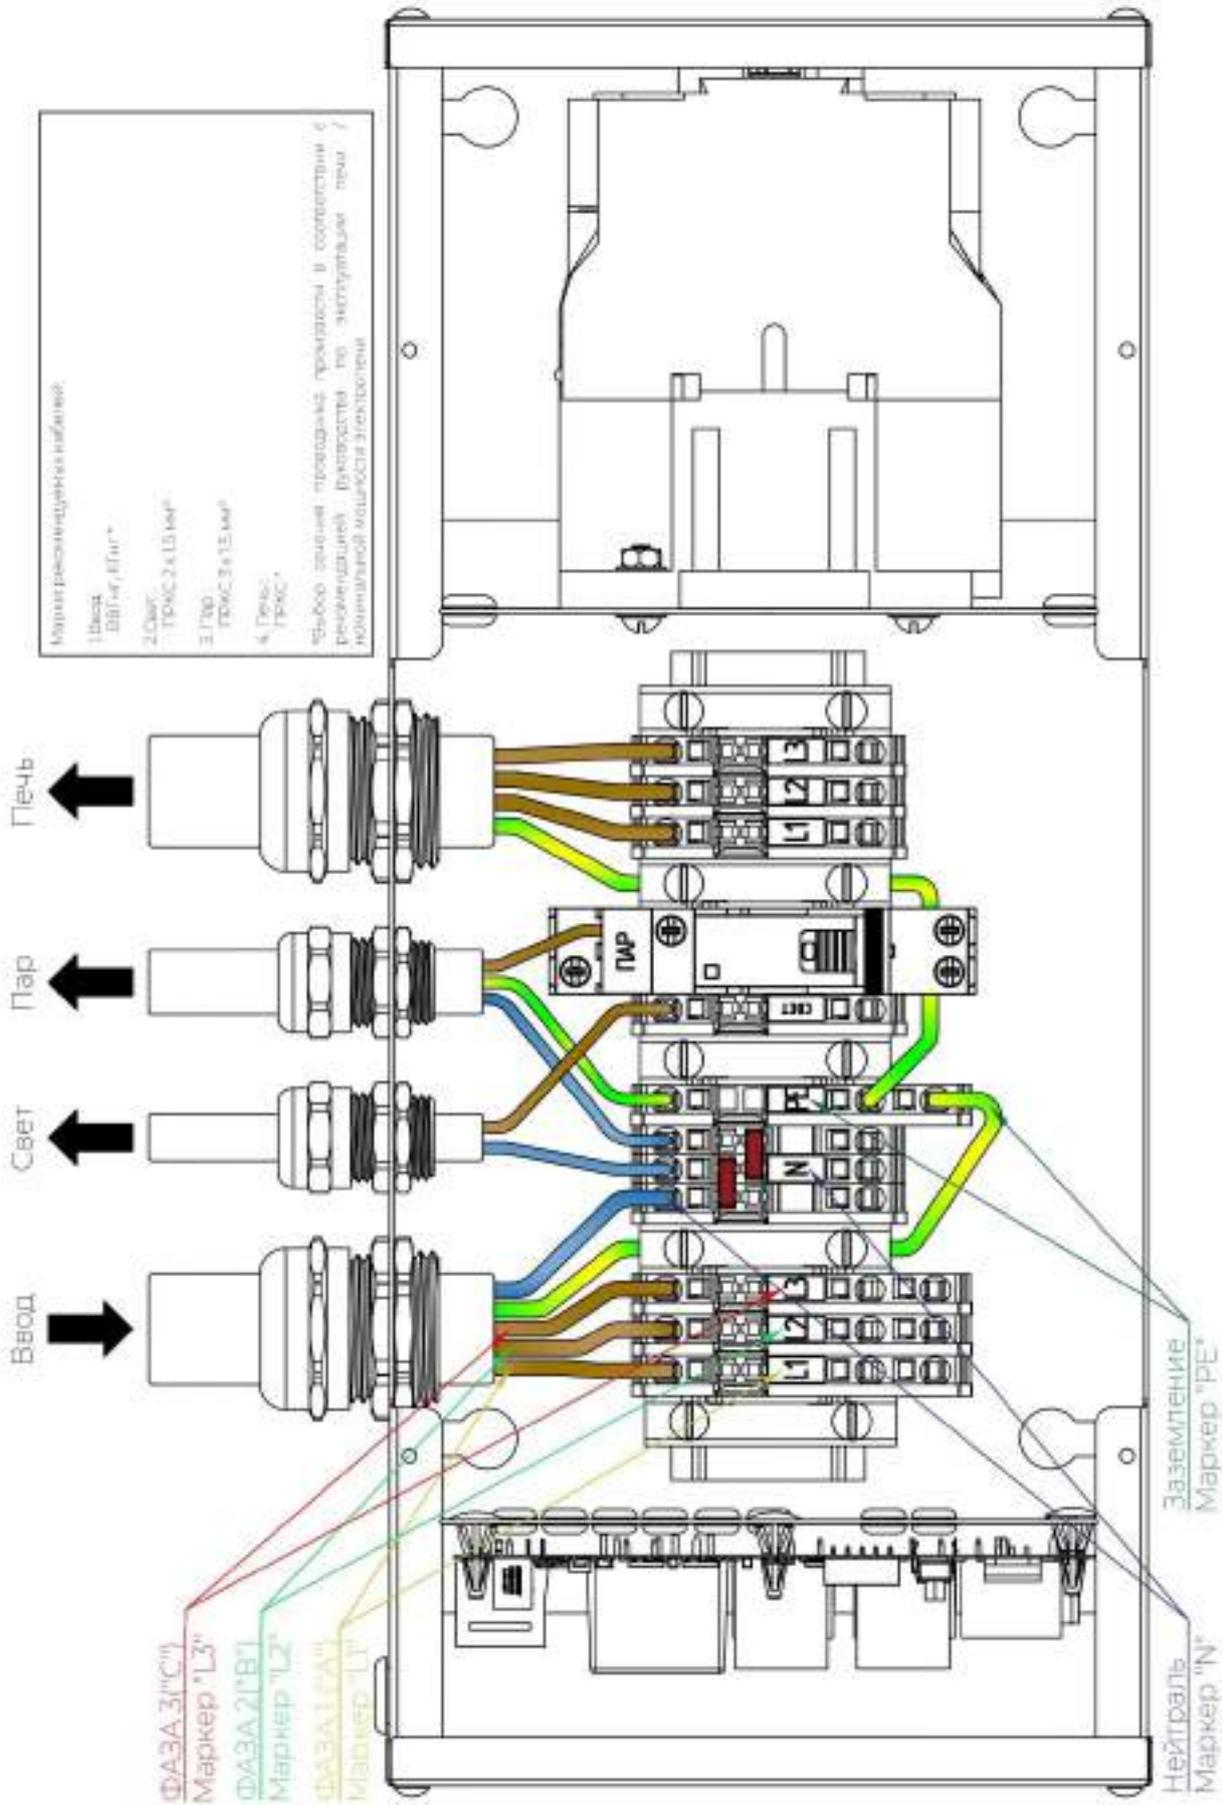
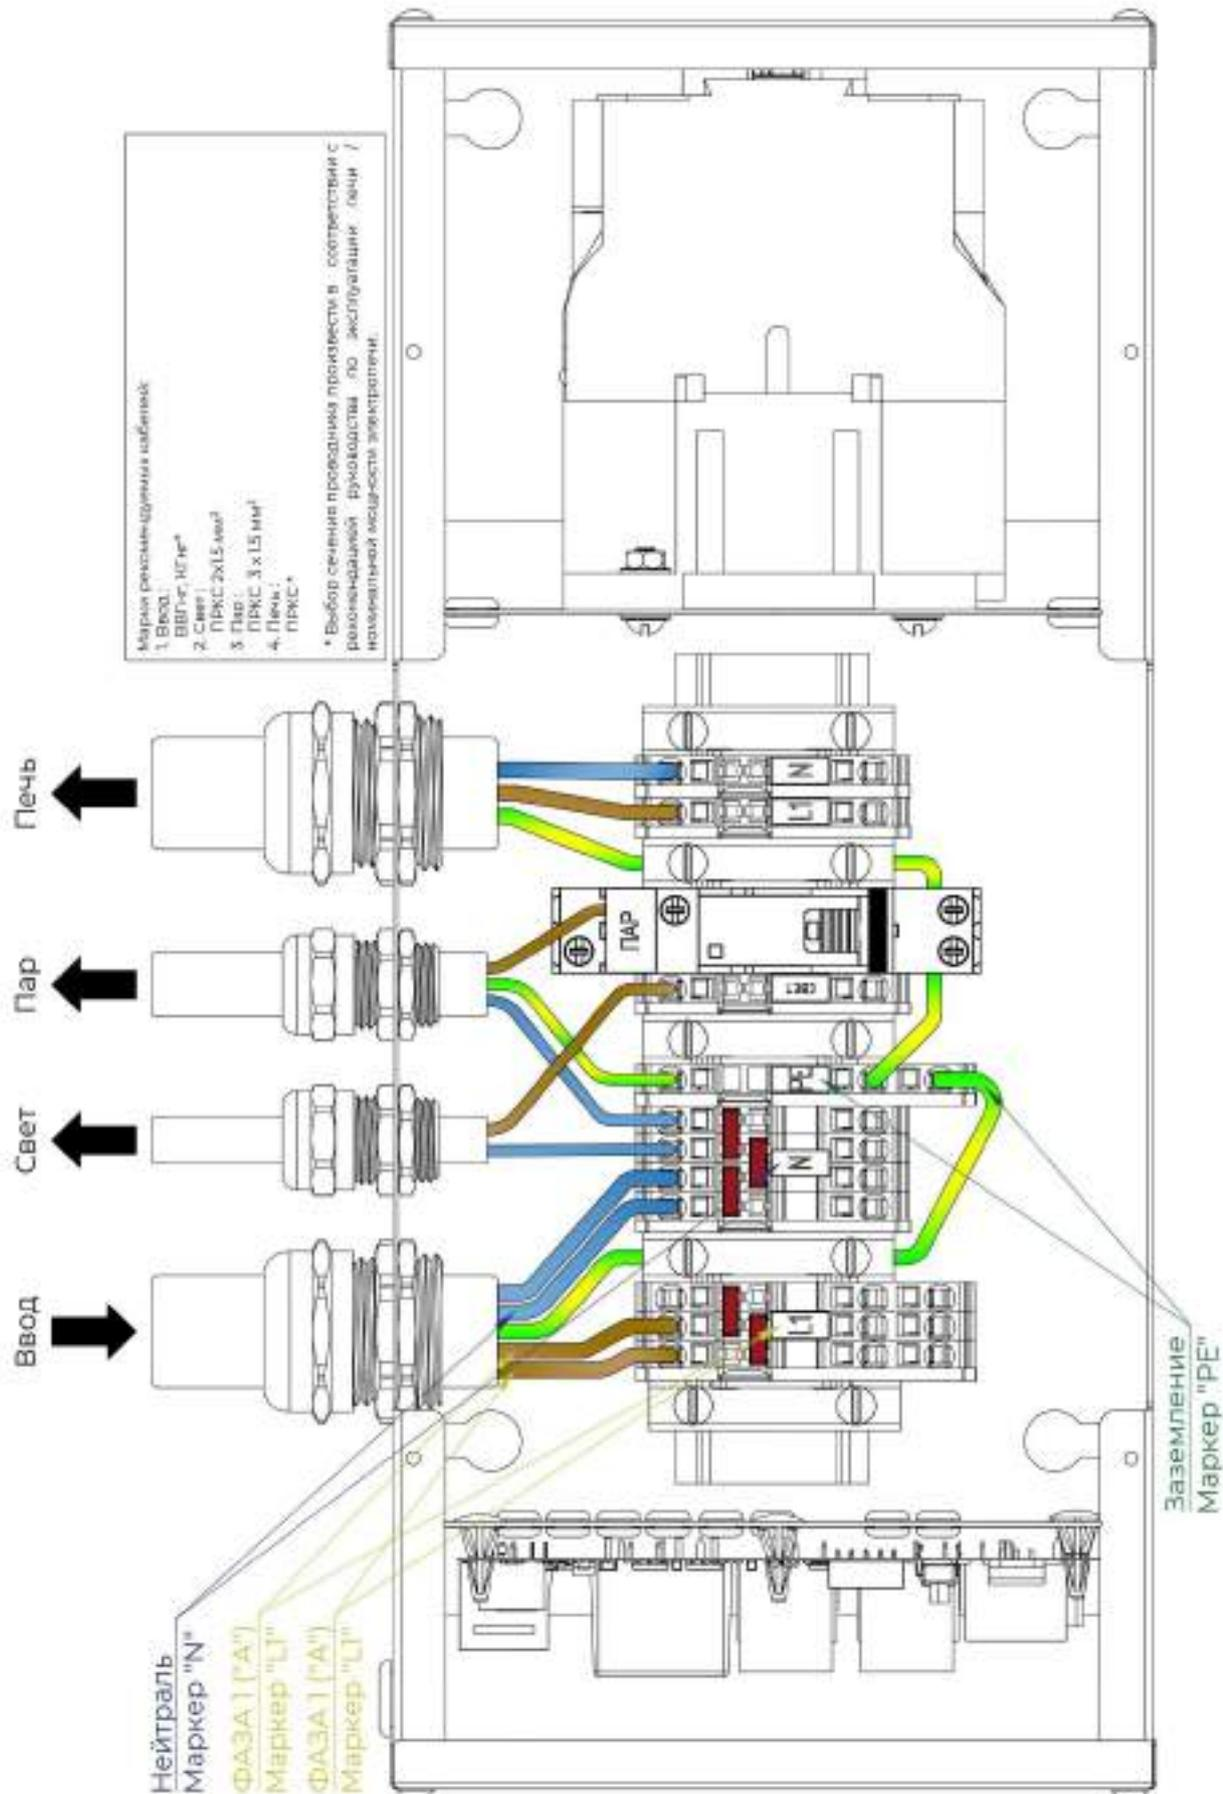

Рис. 19.: Схема расположения подключаемых проводников. Трёхфазный блок.
Рис. 20.: Схема расположения подключаемых проводников. Однофазный блок.
2. Схемы подключения к сети питания. (Рис. 19.: Схема расположения подключаемых проводников. Трёхфазный блок., Рис. 20 Схема расположения подключаемых проводников. Однофазный блок.)